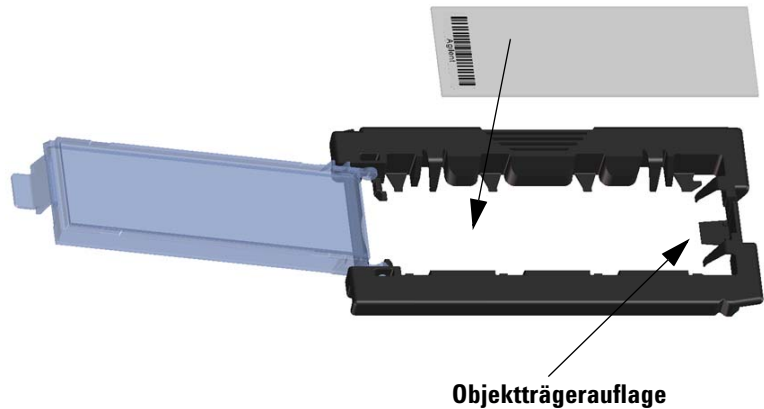

Abbildung 7 Einlegen des Objektträgers in den Objektträgerhalter
- c** Platzieren Sie das Ende des Objektträgers, an dem sich der Strichcode nicht befindet, vorsichtig auf der Objektträgerauflage. Siehe Abbildung 7.